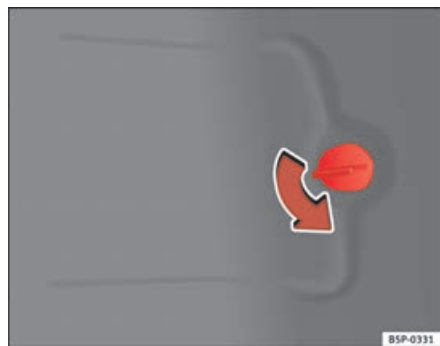

Fig. 194 Luci sulla carrozzeria
- Rimuovere lo sportello del pannello laterale del bagagliaio ⇒ fig. 194.